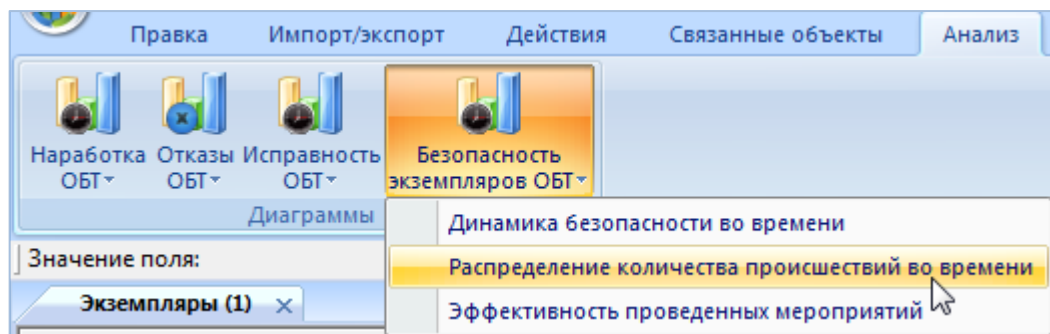

Рис. 31-14 – Выбор диаграммы по безопасности экземпляров
3) Нажать кнопку «Безопасность экземпляров ФИ» панели «Диаграммы» на вкладке «Анализ» и выбрать пункт «Распределение количества происшествий во времени» (рис. 31-14).